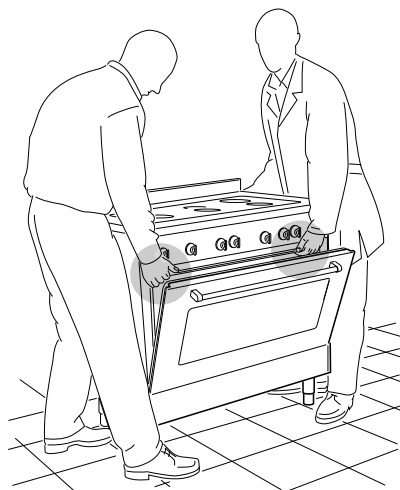

Afb. 7.3
Assembleer het achterscherm "V" (afb. 7.3) alvorens het fornuis te installeren.
- De achterlijst moet aan het fornuis worden gemonteerd met gebruik van de drie meegeleverde dragers "B" (zie afb. 7.3).